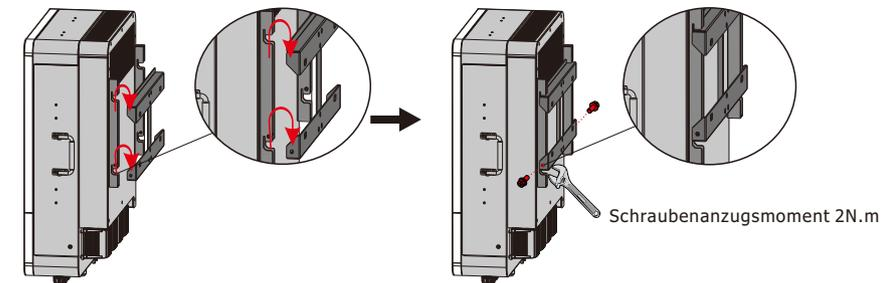

Abbildung 3.4-2 Installation eines Wechselrichters
Schritt 2. Schritt 2. Heben Sie den Wechselrichter an, um ihn an der Installationshalterung aufzuhängen. Wir können Diebstahl durch Verriegelung verhindern. Siehe Abbildung 3.4-2